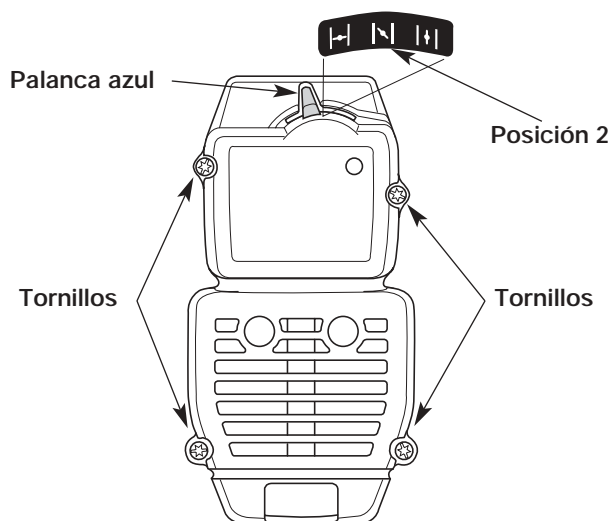

Fig. 21
**NOTA:** La palanca azul debe estar en Posición 2 (Fig. 21) para sacar la cubierta del silenciador / filtro de aire.
2. Saque los cuatro (4) tornillos que sostienen la cubierta del silenciador / filtro de aire (Fig. 21). Use un destornillador de vástago plano o de broca Torx N° T20.
2. Inserte los cuatro (4) tornillos en los orificios de la cubierta del silenciador / filtro de aire (Fig. 21) y ajústelos. **No los ajuste demasiado.**